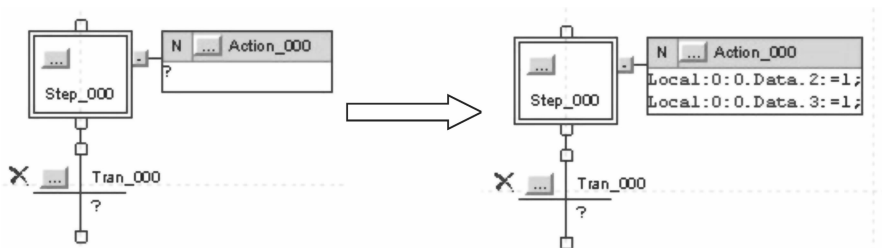

图 14-7 编辑“Action”
10. 双击“操作”(Action)框中的问号, 并按如图 14-7 所示输入逻辑。